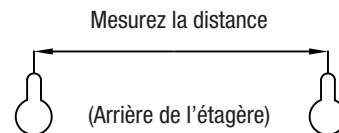

Figure 1
ÉTAPE 2: Tracez une ligne sur le mur à l'aide du niveau afin de déterminer l'emplacement des trous. Mesurez la distance requise entre les vis pour installer l'étagère corniche. Marquez l'emplacement des vis aux endroits désirés, tel qu'illustré à la **Figure 1**.